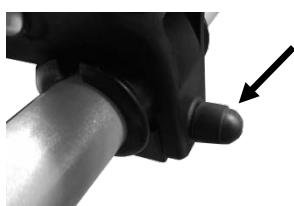

Bild 10: Schutzkappe
- Richten Sie nun die Erweiterungsschiene aus, soweit wie möglich nach hinten und parallel zu den Rückleuchten. Ziehen Sie die Muttern an den Befestigungssockeln fest. Stecken Sie die Schutzkappen (Bild 10) auf die Muttern.